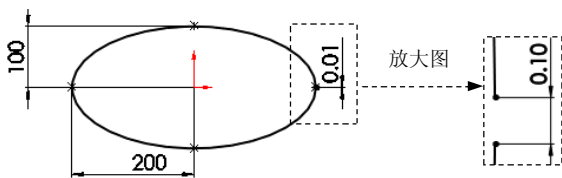

图 2.4.3 草图 1
Step2. 创建图 2.4.3 所示的草图 1。选择下拉菜单 **插入(I)** → **草图绘制** 命令；选取上视基准面作为草图基准面，绘制图 2.4.3 所示的草图 1。